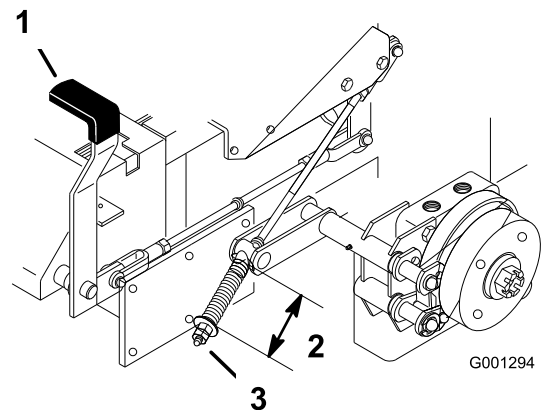

Figure 81
3. Mesurez la longueur du ressort (Figure 81).
4. Si un réglage est requis, desserrez le frein de stationnement, desserrez l'écrou de blocage situé sous le ressort et réglez l'écrou directement au-dessous du ressort (Figure 81).